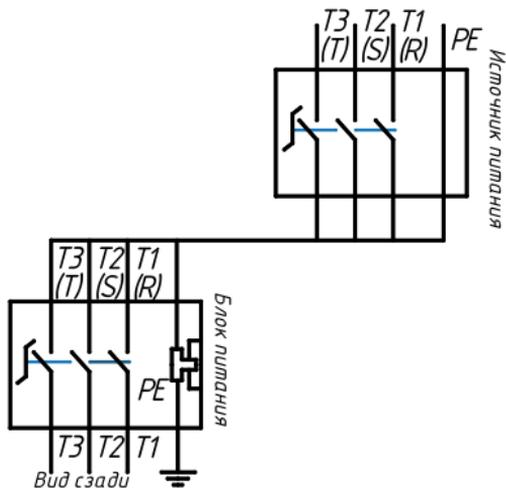

Рисунок 4. Схема подключения электродвигателя.
6. Подключение выполните в соответствии со следующими схемами, рисунок 4.